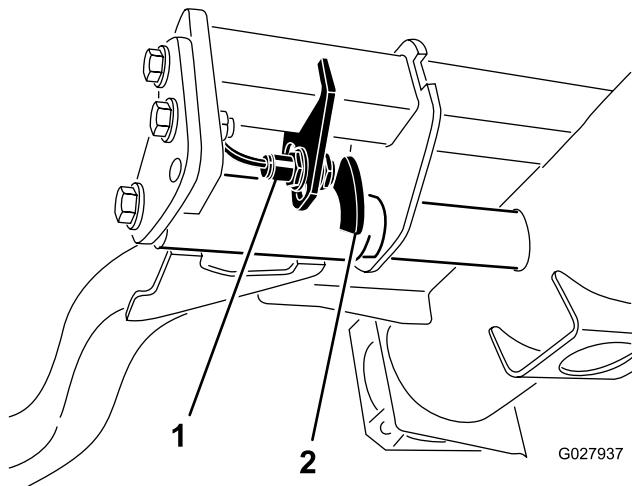

Bild 39
2. Der Hubarmschalter befindet sich unter dem Hydraulikbehälter hinter dem rechten vorderen Hubarm (Bild 39).